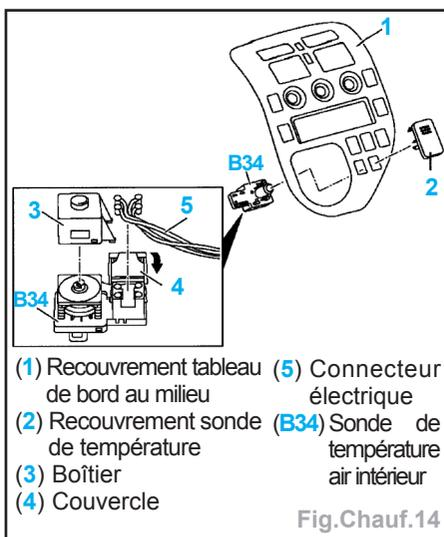

Fig.Chauf.14
- Déposer le recouvrement tableau de bord (1) (Fig.Chauf.14).
- Extraire la sonde de température (B34) du recouvrement (2).
- Démontez le boîtier (3) de la sonde de température (B34).
- Soulever le couvercle (4) sur la sonde de température (B34).